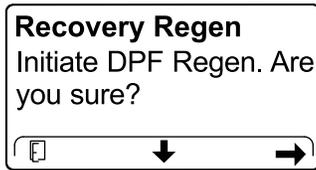

Figura 82
4. Nella schermata INITIATE DPF REGEN premete il pulsante destro per continuare (Figura 82).